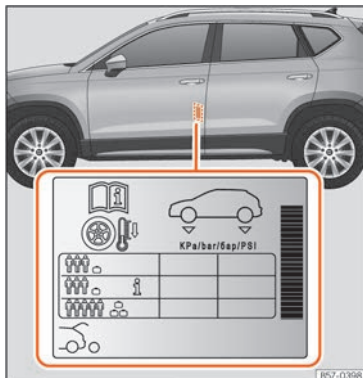

Abb. 214 Einbauort des Aufklebers für den Reifendruck.
- Passen Sie bei größerer Zuladung den Reifendruck entsprechend an »» (Abb. 214).
Die Angaben zum Reifendruck befinden sich auf dem Aufkleber an der Fahrertürsäule »» (Abb. 214).
Der Reifendruck muss der aktuellen Fahrzeugbelastung angepasst werden. Wenn das Fahrzeug voll beladen werden soll, muss der Reifendruck entsprechend dem auf dem Reifendruck-Aufkleber angegebenen maximalen Wert erhöht werden »» (Abb. 214).
Füllen Sie bei einem minimierten Notrad (125/70 R16 oder 125/70 R18) auf einen Druck von 4,2 bar, gemäß Angabe auf dem Aufkleber mit den Reifendruckwerten »» (Abb. 214).
Je nach Fahrzeug kann der Reifendruck auf halbe Last eingestellt werden, um den Fahrkomfort zu verbessern (Reifendruck i »» (Abb. 214)). Beim Fahren mit Komfort-Reifen kann sich der Kraftstoffverbrauch leicht erhöhen.
- Der Fahrer ist verantwortlich für den richtigen Reifenfülldruck an allen Reifen am Fahrzeug. Der empfohlene Reifenfülldruck befindet sich auf einem Aufkleber »» (Abb. 214).
- Immer den richtigen Reifenfülldruck am kalten Reifen einhalten, wie auf dem Aufkleber angegeben »» (Abb. 214).